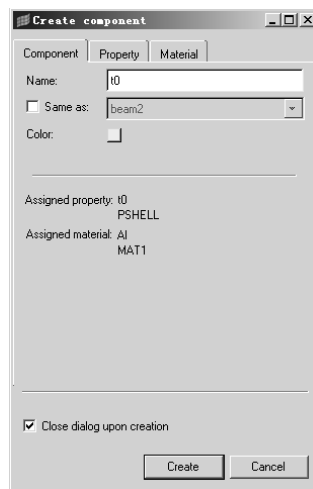

图 7-45 属性关联
(3) 创建名为 t_0 的 **Component**，并与此前创建的名为 t_0 的 **Property** 进行关联，如图 7-45 所示。